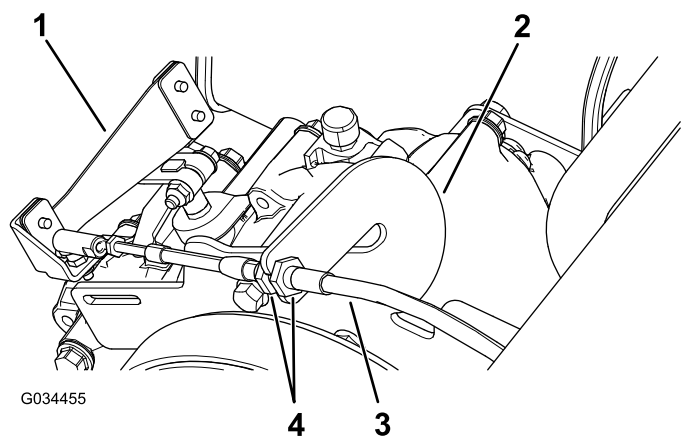

Figura 57
1. Allentate i controdadi sul cavo del cambio e regolateli come opportuno (Figura 57).
- Testate la posizione del cambio ruotando il selettore della velocità nelle 3 diverse posizioni e verificate se la leva (Figura 57) cambia in modo opportuno tra una marcia e l'altra; fate riferimento a Leva e indicatore del cambio (pagina 11).